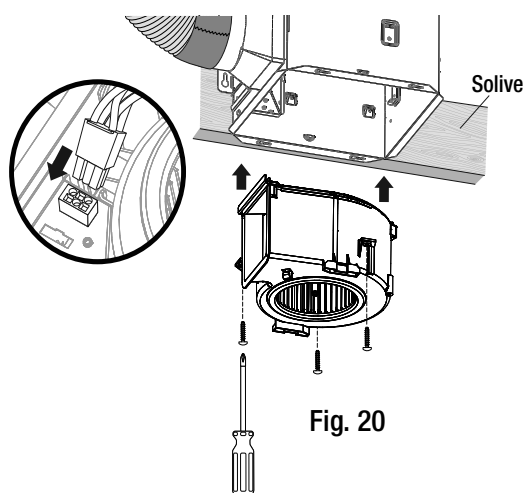

Fig. 20
- Réinstaller l'assemblage du support du moteur. Brancher le moteur dans la prise de courant. Voir la figure 20.